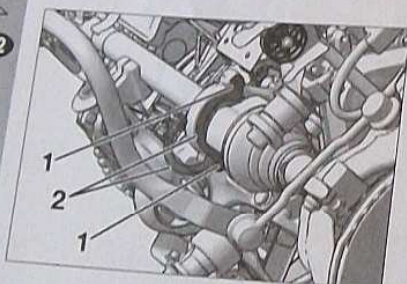

FIG.1
- Desserrer les vis (1) (Fig.1).
- Basculer la plaque (2).